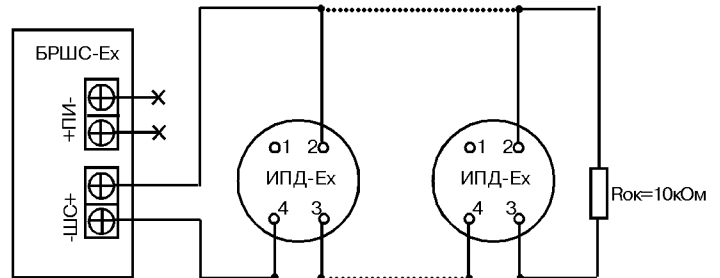

Рис.1–Рекомендуемая схема подключения ИПД-Ех к БРШС-Ех (в один шлейф БРШС-Ех рекомендуется включать не более 10 ИПД-Ех)
4.1.2.3. Произведите монтаж подводящих проводов к розетке ИПД-Ех согласно схеме подключения (рис.1).